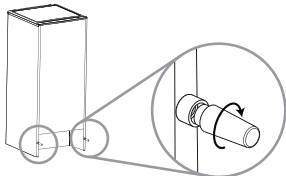

Fig.2
**2** Indien aanwezig, installeer de wand spacer in een centrale positie aan de achterzijde van het apparaat. (fig. 2)